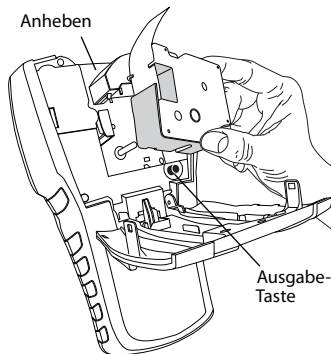

Abbildung 4
1. Heben Sie zum Öffnen die Abdeckung des Kassettenfachs an. Siehe Abbildung 4.